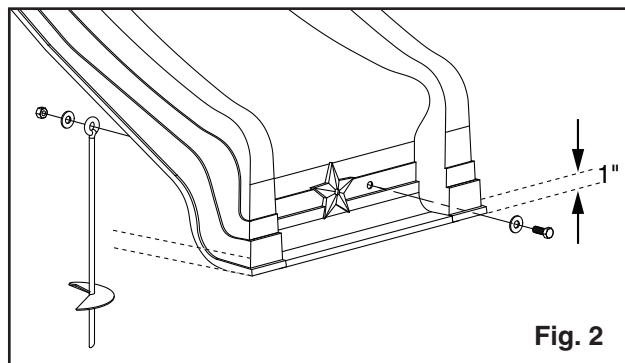

Fig. 2
6. Use the Playset Anchor as a drill guide and drill a 3/8" hole completely through the slide. Attach slide to anchor with one 3/8" x 1" hex bolt, two 3/8" washers and one 3/8" lock nut provided in the anchor kit. **(Fig.2)**
6. Utilizando el ancla como plantilla, perfore un agujero de 3/8" atravesando el tobogán completamente. Fije el tobogán al ancla, utilizando un tornillo hexagonal de 3/8" x 1", dos rondanas de 3/8" y una tuerca de seguridad de 3/8" provistas en el juego del ancla. **(Fig.2)**